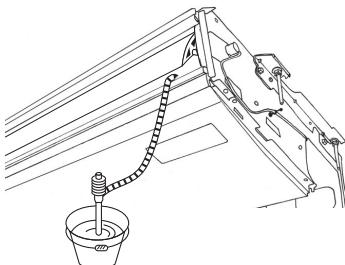

Fig. 5-3
5. Перевірте належне функціонування дренажу. (Fig. 5-3).